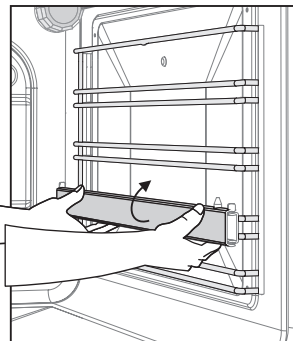

Рис. 3
*Телескопические полки крепятся на проволочные направляющие и служат для выдвижения готовящегося блюда за пределы горячей духовки. Телескопические полки могут быть установлены на разной высоте, в зависимости от того, на каком уровне должно идти приготовление пищи. Чтобы переустановить телескопическую полку, необходимо отвести ее нижний край (рис. 3), а затем движением вниз снять с проволочных направляющих. Установка на другой уровень производится в обратной последовательности.